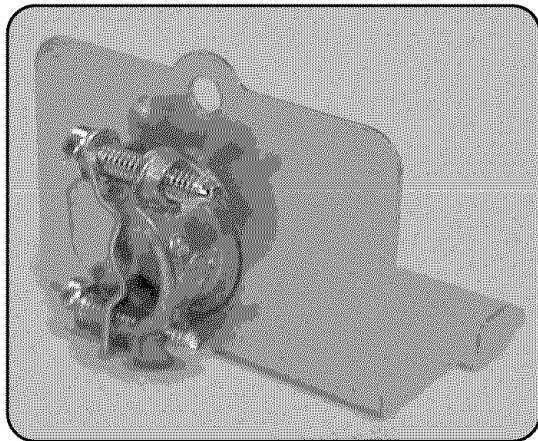

Figure 26/Ilus. 26
- 1) Retrieve the strain relief plate, and install a strain relief (not supplied) into the opening on the strain relief plate. NOTE: Orient the strain relief as shown in Figure 26.
REMARQUE : Orienter le réducteur de tension comme à la figure 26.
NOTA: Acomode el alivio de presión tal como indica en la Ilustración 26.